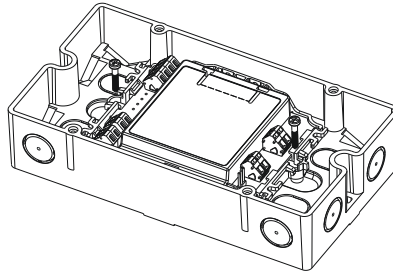

Fig. 3
- Instalação fora de um quadro ou unidade de controle: use a caixa FDCH221 (Fig. 3).